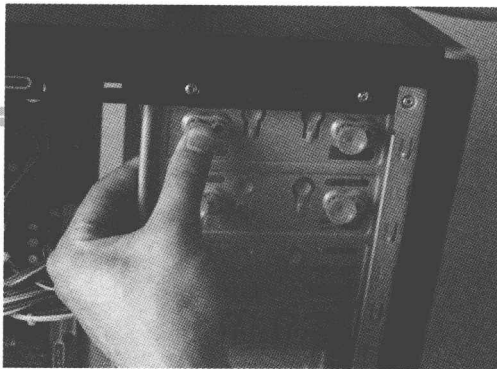

图 1-4
③ 将刻录机置于合适位置后，用卡位孔或螺丝紧固。此时刻录机就固定好了，如图 1-4 所示。